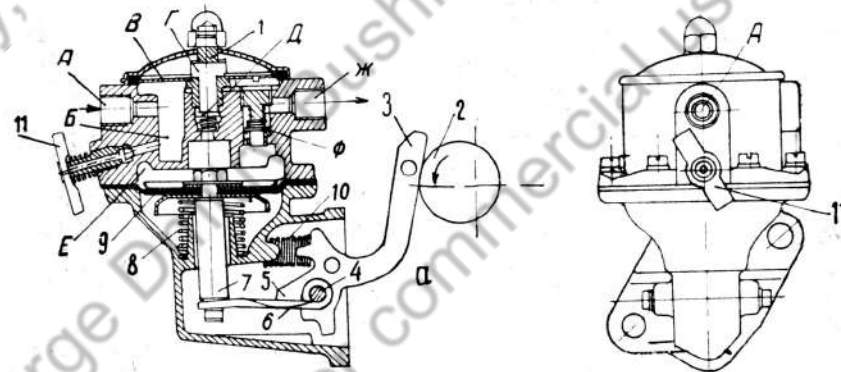

Рис. 25. Бензиновый насос
**Бензиновый насос** (рис. 25) диафрагменного типа. Он приводится в движение от эксцентрика 2, сидящего на распределительном валу между кулачками всасывающих клапанов I и II цилиндров. При вращении эксцентрика 2 коленчатый рычаг 3 начинает поворачиваться вокруг оси 4 и своим выступом 5 нажимает на рычажок 6, сидящий на той же оси 4. При этом рычажок 6 через стержень 7 заставляет диафрагму 9 опускаться вниз.
На рис. 25 диафрагма изображена в самом крайнем нижнем положении. При опускании диафрагмы 9 над ней в полости Е образуется разрежение, под влиянием которого открывается тарельчатый впускной клапан Д, и отстойник Б через канал Г получает сообщение с полостью Е. Бензин из бака по трубопроводу начинает поступать через отверстие А в отстойник Б. Проходя через сетчатый фильтр В, канал Г и открытый впускной клапан Д, он заполняет камеру Е. При дальнейшем повороте эксцентрика 2 рычаг 3 под влиянием пружины 10 отходит назад и выступ 5 освобождает рычажок 6. Диафрагма 9, не удерживаемая больше рычажком 6, под влиянием сжатой пружины 8 начинает подниматься вверх, выталкивая при этом бензин из камеры Е под давлением 0,1—0,2 кг/см2. Пружина имеет  $7\frac{1}{2}$ — $8\frac{1}{2}$  витков, длина ее в свободном состоянии около 51 мм. Под нагрузкой в 3,4—3,6 кг она должна сжиматься до 24 мм. Под давлением бензина закрывается впускной клапан Д и открывается выпускной клапан Ф. Бензин начинает поступать через отверстие Ж в бензинопровод, соединенный с поплавковой камерой карбюратора.
Если двигатель остановился или плохо работает из-за отсутствия или недостатка бензина в карбюраторе, то надо прежде всего отвернуть штуцер гибкого шланга от бензинового насоса и продуть бензинопровод насосом для шин. Затем, вставив шланг насоса во впускное отверстие бензинового насоса, нужно продуть его, медленно нажимая на рукоятку. При этом бензин будет перекачен в карбюратор и двигатель легко заведется. Если после этого двигатель быстро заглохнет, значит не работает бензиновый насос. Это может произойти или вследствие засорения сетки фильтра или же вследствие засорения клапанов. Чаще всего насос не работает вследствие того, что штуцер бензинопровода неплотно привернут и насос втягивает воздух вместо бензина; то же самое произойдет, если после спуска воды из отстойника неплотно завернуть крапик 11 (рис. 25).